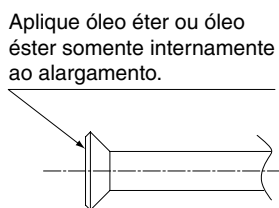

Fig. 7
- **Aplique óleo éter ou óleo éter somente internamente ao alargamento** e aparafuse a porca de alargamento por três ou quatro voltas primeiramente a mão quando da conexão da porca de alargamento. (Consulte a Fig. 7)